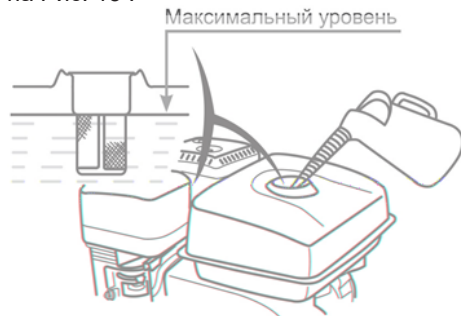

Рис. 13 Максимальный уровень топлива в топливном баке
Максимальный уровень топлива показан на Рис. 13 .
3. Залейте бензин в топливный бак при помощи специальной емкости или воронки до уровня, показанного на Рис. 13.